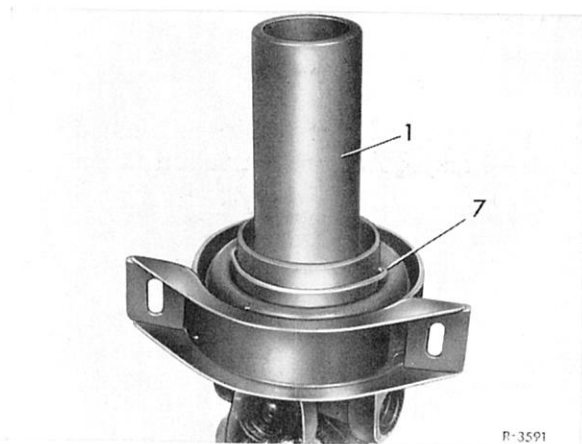

Bild 41-2/7
10 Gummilager (7) komplett mit Rillenkugellager mit einem passenden Rohr (1) auf die innere Gelenkgabel aufpressen (Bild 41-2/7).